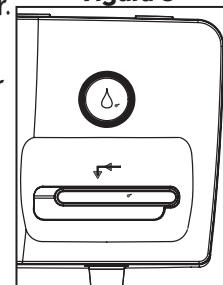

Figura 6
4. Cierre la tapa y pulse el botón ON en el frente de la unidad. (Figura 6)
6. Cuando usted esté listo para dispensar. Empuje la palanca hacia la izquierda mientras presiona hacia abajo para llenar la taza o tazón. Pulse para llenar la taza o tazón con agua caliente (Figura 6) . Nota: La palanca se encaja automáticamente en su lugar una vez que se suelta la palanca.